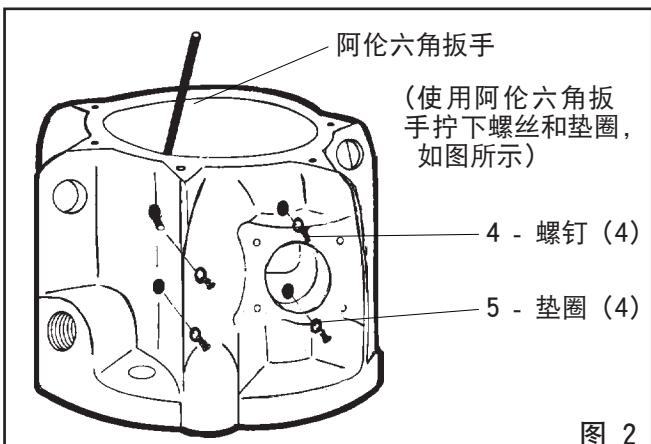

图 2
颗螺丝 (4) 和四个垫圈 (5), 如图 2 所示。
8. 使用螺丝刀从阀板 (12) 底部拆下嵌件弹簧组件 (13) 的支架。
9. 向上提起阀板 (12) 和嵌件弹簧组件 (13), 并将它们从马达头 (9) 中取出。如果阀板 (12) 被卡住, 使用软面锤轻轻敲击顶沿。禁止使用金属物体敲打。
10. 将嵌件 (11和14) 和嵌件弹簧组件 (13) 从阀板 (12) 上拆除。
11. 拆除头组件 (19) 上中的压盖 (15)。
12. 拆除头组件 (19) 中压盖 (15) 的两颗螺丝 (6) 和两个锁紧垫圈 (7)。
13. 用手指向上拔起阀门活塞 (31), 直到将压盖取出密封舱。
14. 沿阀门活塞 (31) 向上滑动, 取出压盖 (33)。